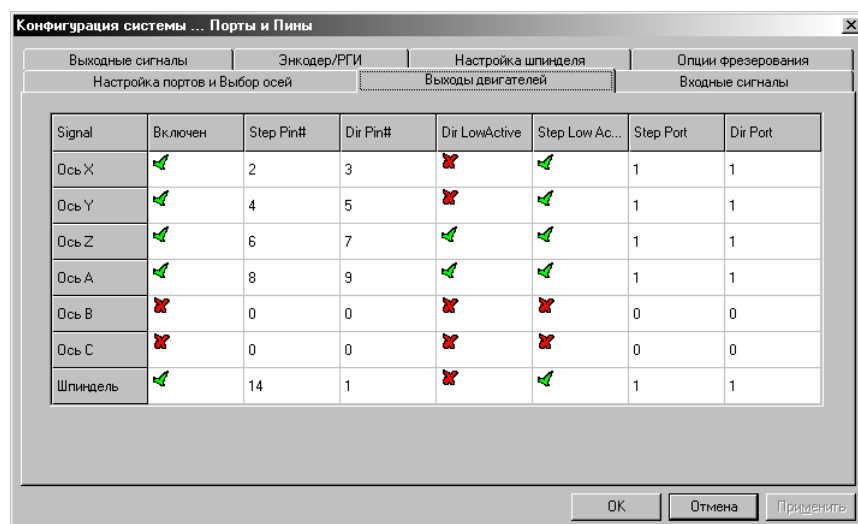

Рис. 19. Окно Порты и Пины, вкладка Выходы двигателей.
6. Зайти в меню **Конфигурации – Порты и Пины**, вкладка **Выходы двигателей** (Рис. 19). В этом окне можно изменять направления перемещений по координатным осям и